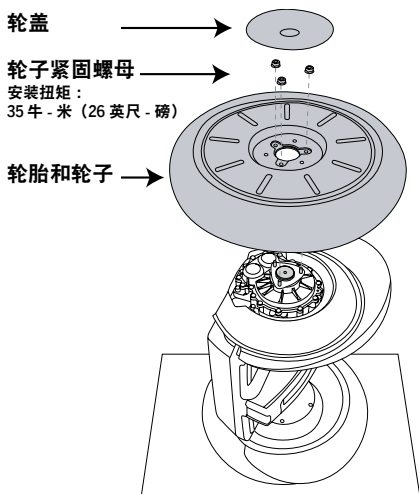

图 1. 拆卸或安装轮胎和轮子组件
9. 要重新装上轮子,请将轮胎/轮子组件放置在3根螺杆上。请参见图1。